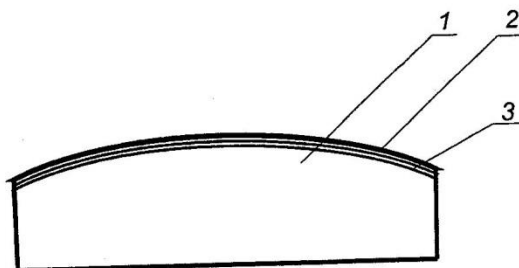

Рис. 1. Формирование дуги плечиков
30. Для устранения сопротивления детали 3 плечиков необходимо поместить ее в ванночку, залить кипятком на 5-10 минут, и дать высохнуть в специальном приспособлении (рис. 1). При сборке стоек и дуги плечиков на клею можно предложить конструкцию приспособления, изображенную на рисунке 2.